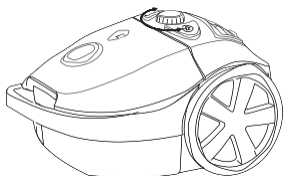

Figura 7 Regulador de potencia de aspiración
8. Puede regular la potencia de aspirado mediante el botón correspondiente, véase la Figura 7. Para aspirar muebles tapizados o cortinas se aconseja reducir la potencia de aspirado. De esta forma se evita que los tejidos sean aspirados al interior de la boquilla.